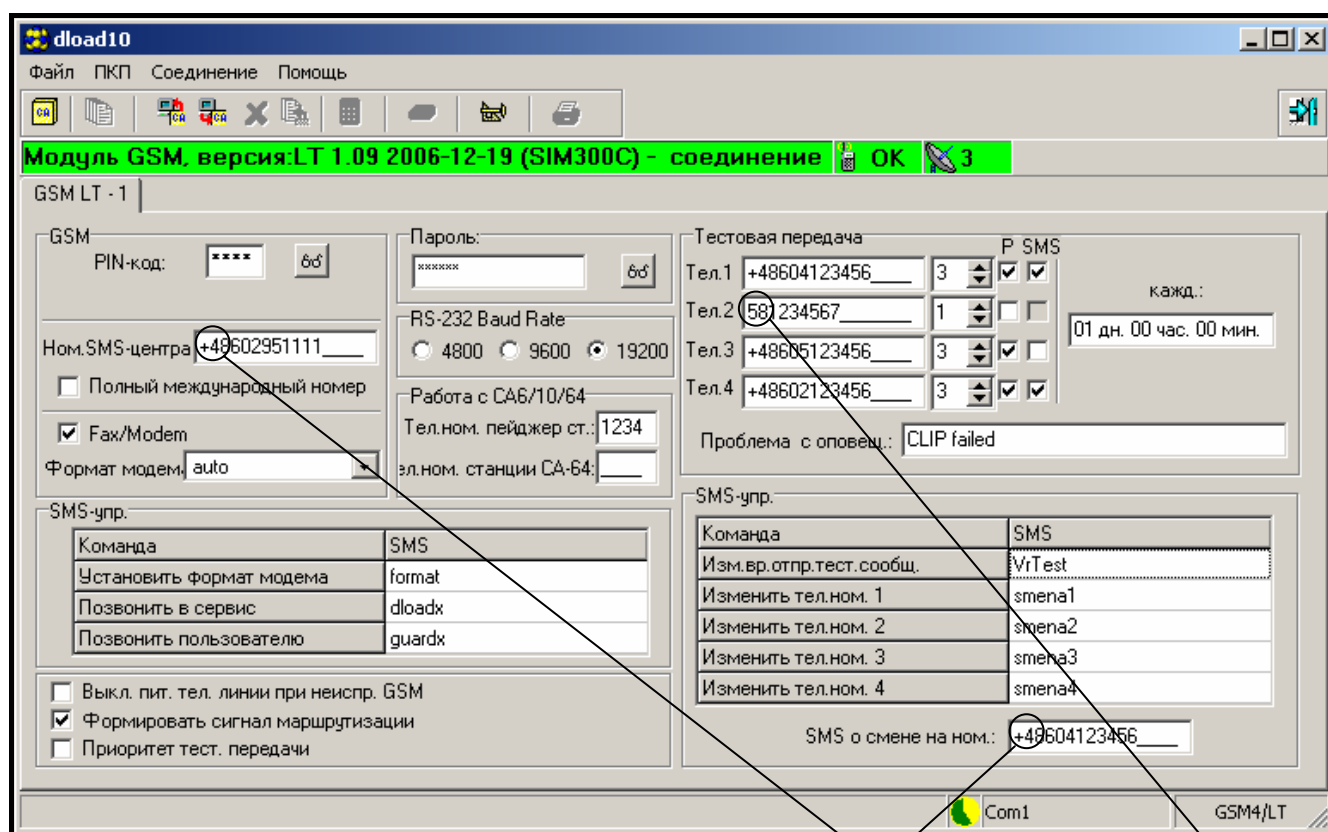

Рисунок 10.
5. Произвести настройку модуля. Рисунок 10 показывает окно программы Dload10, которое позволяет программировать установки модуля. Значения параметров на рисунке примерные. Данные тестовой передачи и управления SMS, а также код PIN по умолчанию не запрограммированы. Описание отдельных параметров приведено в разделе „Настройка модуля”. Строка в верхней части окна показывает текущее состояние модуля и уровень антенного сигнала.